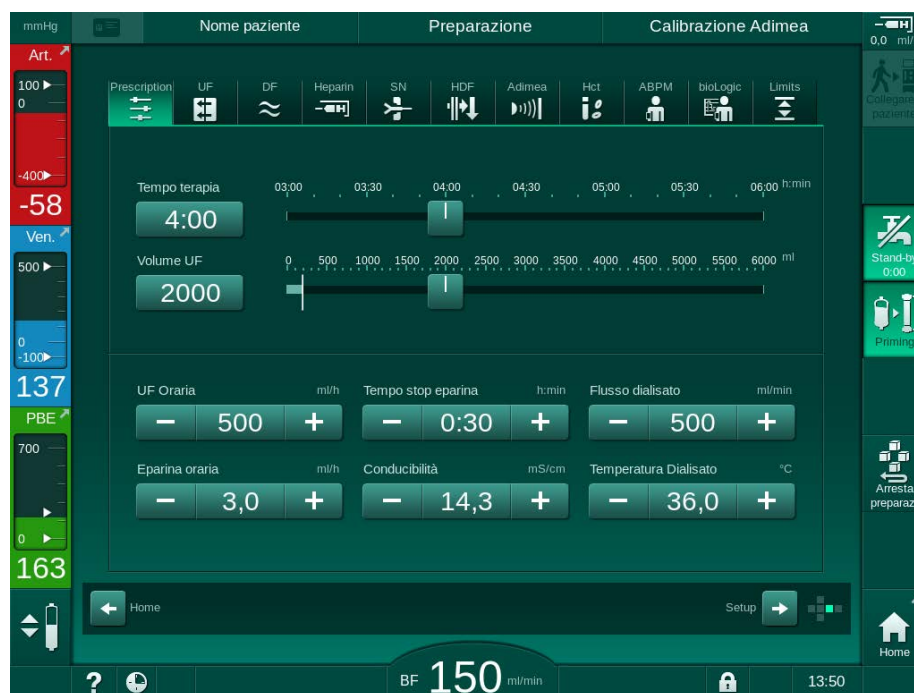

Fig. 5-12 Dati della prescrizione nella videata *Dati terapia*
-  Viene visualizzata la videata *Prescrizione* (Fig. 5-12).